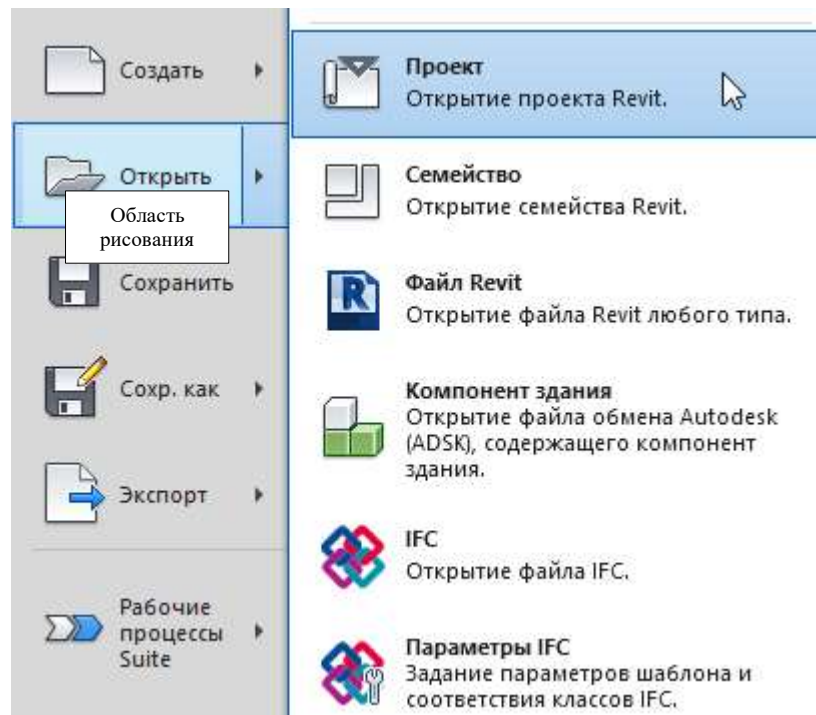

Рисунок 4.4 – Меню приложения
**Меню приложения** (рис.4.4) содержит основные стандартные команды для работы с файлом.